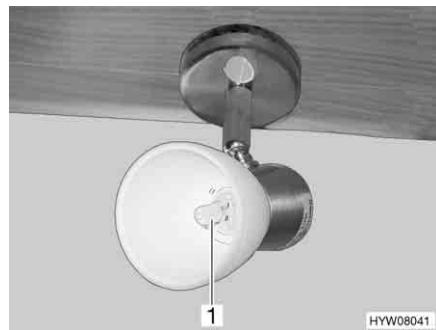

Fig. 174 Faretto alogeno
- Togliere la lampada alogena ad incandescenza (Fig. 174,1) dal supporto, tirandola in avanti.